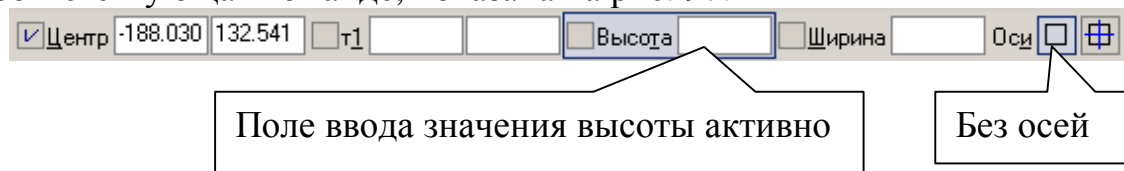

Рис. 97
1. Включите **Num Lock**. Должны быть включены следующие глобальные привязки: ближайшая точка, пересечение, угловая привязка. Нажмите кнопку **Прямоугольник по центру и вершине**  на панели **Геометрия** . Параметры прямоугольника при его создании и редактировании отображаются в отдельных **полях Строки параметров**. Строка параметров, соответствующая команде, показана на рис. 97.
Выберите прямоугольник без осей, рис. 97.